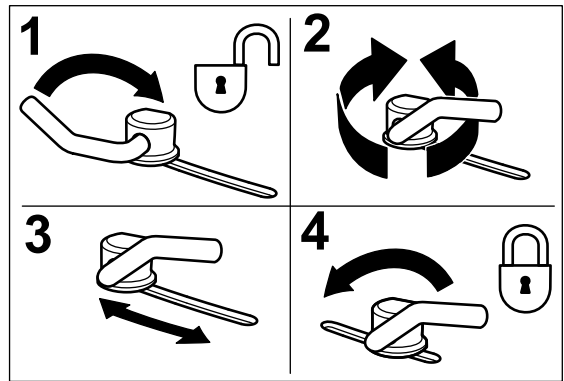

図 13
1. カムロックは、レバーをゆるめて調整する (図 13)。
3. 調整ができればレバーを締めてバッフルとカムロックを固定する。(図 13)